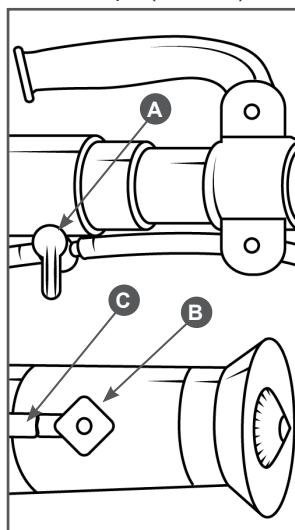

Рис. 21 Настройка дозатора
Запорный кран А (Рис. 21) открывает и перекрывает подачу раствора.
- Количество подаваемого раствора может изменяться поворотом регулятора В дозатора (Рис. 21) на сопле.
Позиция «1» на регуляторе дозатора это минимальный расход распыляемой жидкости, а «4» - максимальный. Необходимый номер позиции регулятора должен быть установлен напротив шланга сопла С (Рис. 21).